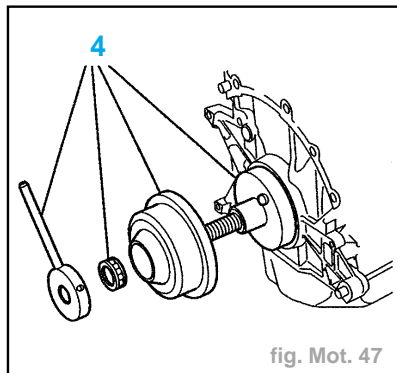

fig. Mot. 47
- Reposer le joint à lèvres du vilebrequin à l'aide de l'outil (4) (réf. **187H**) (fig. Mot. 47).